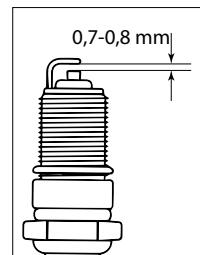

Fig. 27
7. Controllare la distanza tra il dispersore e l'elettrodo centrale con una sonda speciale. Se necessario, regolare il gioco a 0,7-0,8 mm (fig. 27).